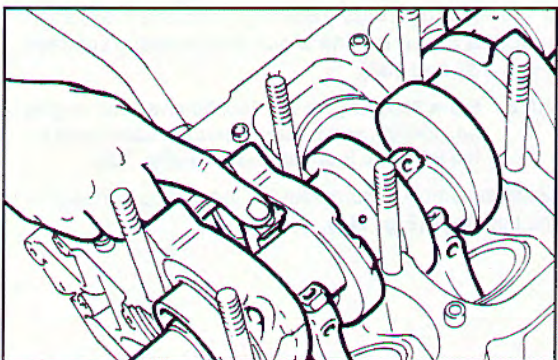

Fig. 143 ▲
- spingere verso l'alto i pistoni fino a portare le bronzine delle bielle a contatto con i perni di manovella corrispondenti (Fig. 143);
- push the pistons up until the connecting rod bushings come into contact with the corresponding crankpins (Fig. 143);